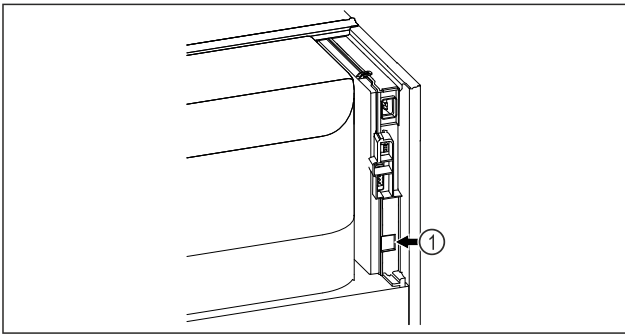

Fig. 97
- Le SmartModule Fig. 97 (1) est installé.